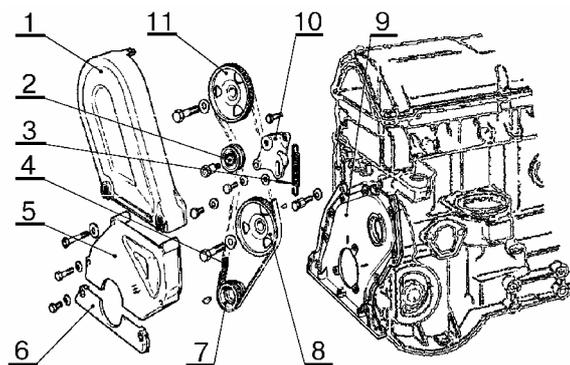

Рис. 13.
- снять защитные крышки 1, 5, 6, рис.13, зубчатого ремня (ключ гаечный 10 или головка сменная 10, вороток и удлинитель или гайковерт типа ИП – 3111);